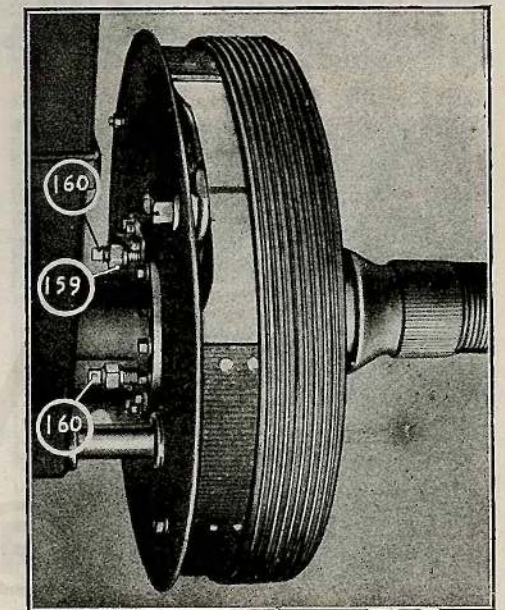
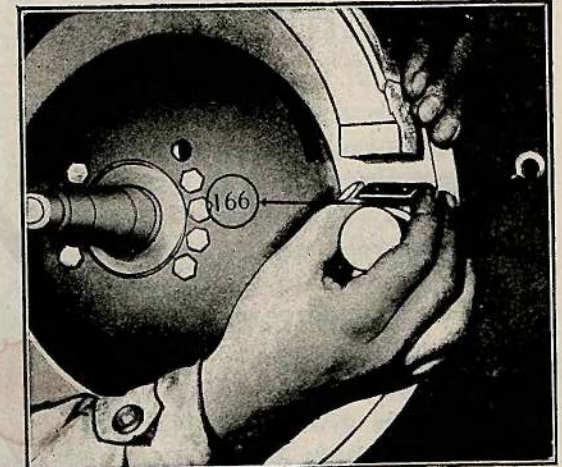

FIG. 35
FIG. 36
(mauvaise position). En appuyant sur le levier de frein avant vers l'avant, il faut que le câble reste légèrement lâche et que le levier soit au repos. Il faut alors pour régler procéder de la façon suivante : Roues arrières : 1° desserrer les contre-écrous 159 et les deux vis 160 (fig. 35) de 2 tours. A l'intérieur du tube de pont (158) se trouve l'arbre de commande qui se termine par un cône sur lequel est monté claveté le moyeu (166) lequel supporte le tambour de frein (156). Il faut alors enlever le moyeu. A cet effet enlever, après avoir dégoupillé l'écrou en bout de l'arbre intérieur, ensuite, au moyen d'un tire-roue, vissé sur le moyeu, on fera sortir le tambour comme indiqué figure 35. Sortir le tambour complètement. Il faut alors placer des cales en acier (166) sous les mâchoires comme l'indique la fig. 36. (La cale doit avoir au minimum 1 mm. 5 d'épaisseur pour ne pas se déformer ; elle doit être solidement fixée sur chaque mâchoire). Avant de la fixer définitivement il faut essayer des cales de différentes épaisseurs jusqu'à ce qu'on ait déterminé le calage convenable. Dans un même tambour il